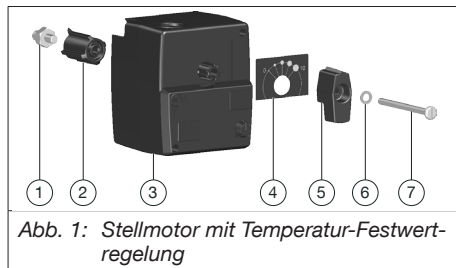
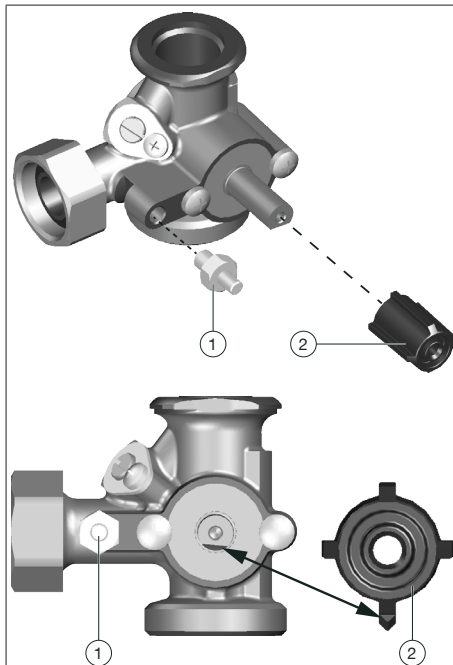
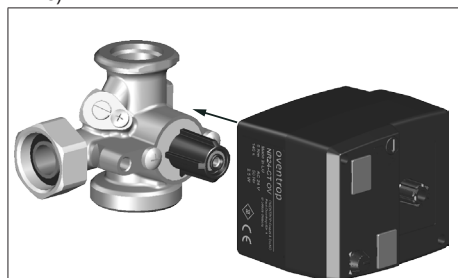

Abb. 1: Stellmotor mit Temperatur-Festwertregelung
Abb. 3: Ausrichtung
Abb. 4: Stellmotor aufsetzen
Die abgeflachte Seite des Mischerkübens muss nach unten zeigen und waagrecht ausgerichtet sein (siehe Abb. 3 auf Seite 9).
2. Setzen Sie den beiliegenden Adapter (Position 2 in Abb. 1 auf Seite 7) auf das Mischerküben.
Achten Sie darauf, dass der spitz zulaufende Steg des Adapters nach unten zeigt (siehe Abb. 3 auf Seite 9).
3. Verschrauben Sie die Verdrehsicherung (Position 1 in Abb. 1 auf Seite 7) fest am Mischergehäuse (siehe Abb. 3 auf Seite 9).
4. Setzen Sie den Stellmotor (Position 3 in Abb. 1 auf Seite 7) auf den Adapter (siehe Abb. 4 auf Seite 10).